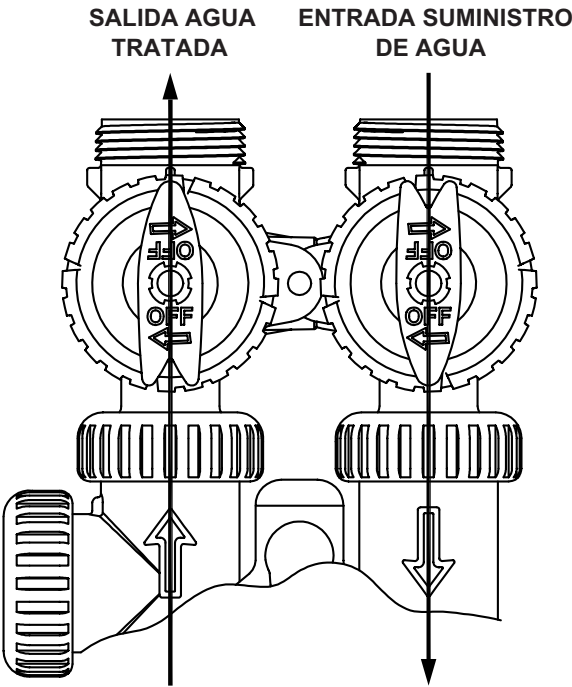

Figura 2
2. **Posición de Bypass:** Los manerales de entrada y salida apuntan hacia el centro de la válvula de bypass, la válvula de control es aislada de la presión de agua de la tubería. Se proporciona agua no tratada al sistema de tubería. (Ver Figura 2).